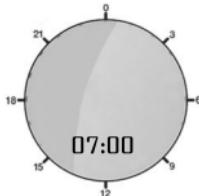

Рисунок 6. Настройка времени
Включите терморегулятор и далее нажмите и удерживайте нажатыми клавиши **▲** (10) и **▼** (11) в течение 5 сек. На дисплее появится время с мигающей индикацией минут (рис. 6).